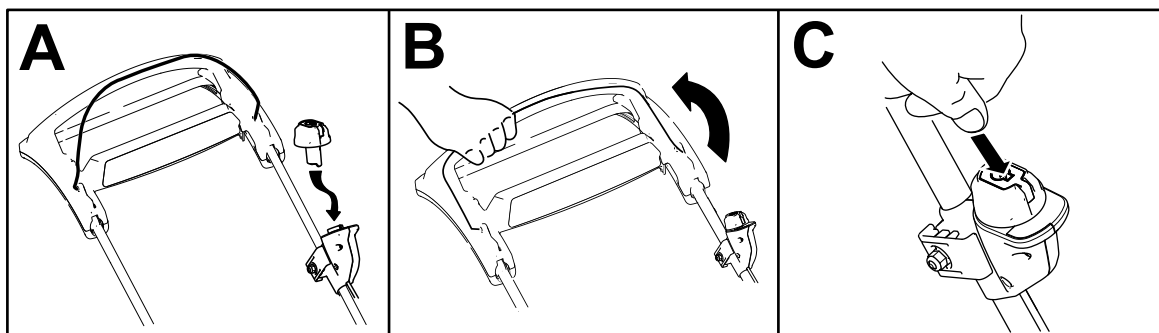

Figure 15
2. Insérez le bouton de démarrage électrique dans le commutateur de démarrage électrique (A de Figure 15).
3. Serrez et maintenez la barre de commande de la lame contre le guidon (B de la Figure 15).
4. Maintenez le bouton de démarrage électrique enfoncé jusqu'à ce que le moteur démarre (C de la Figure 15).